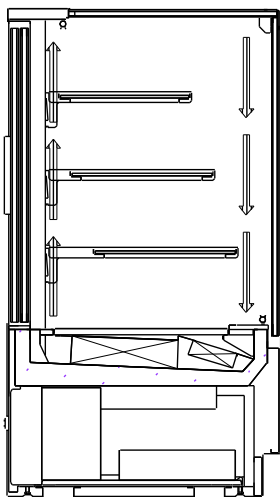

FIG. 13
- Non ostruire le feritoie di distribuzione del freddo che garantiscono il corretto flusso dell'aria (FIG. 13 e 14).